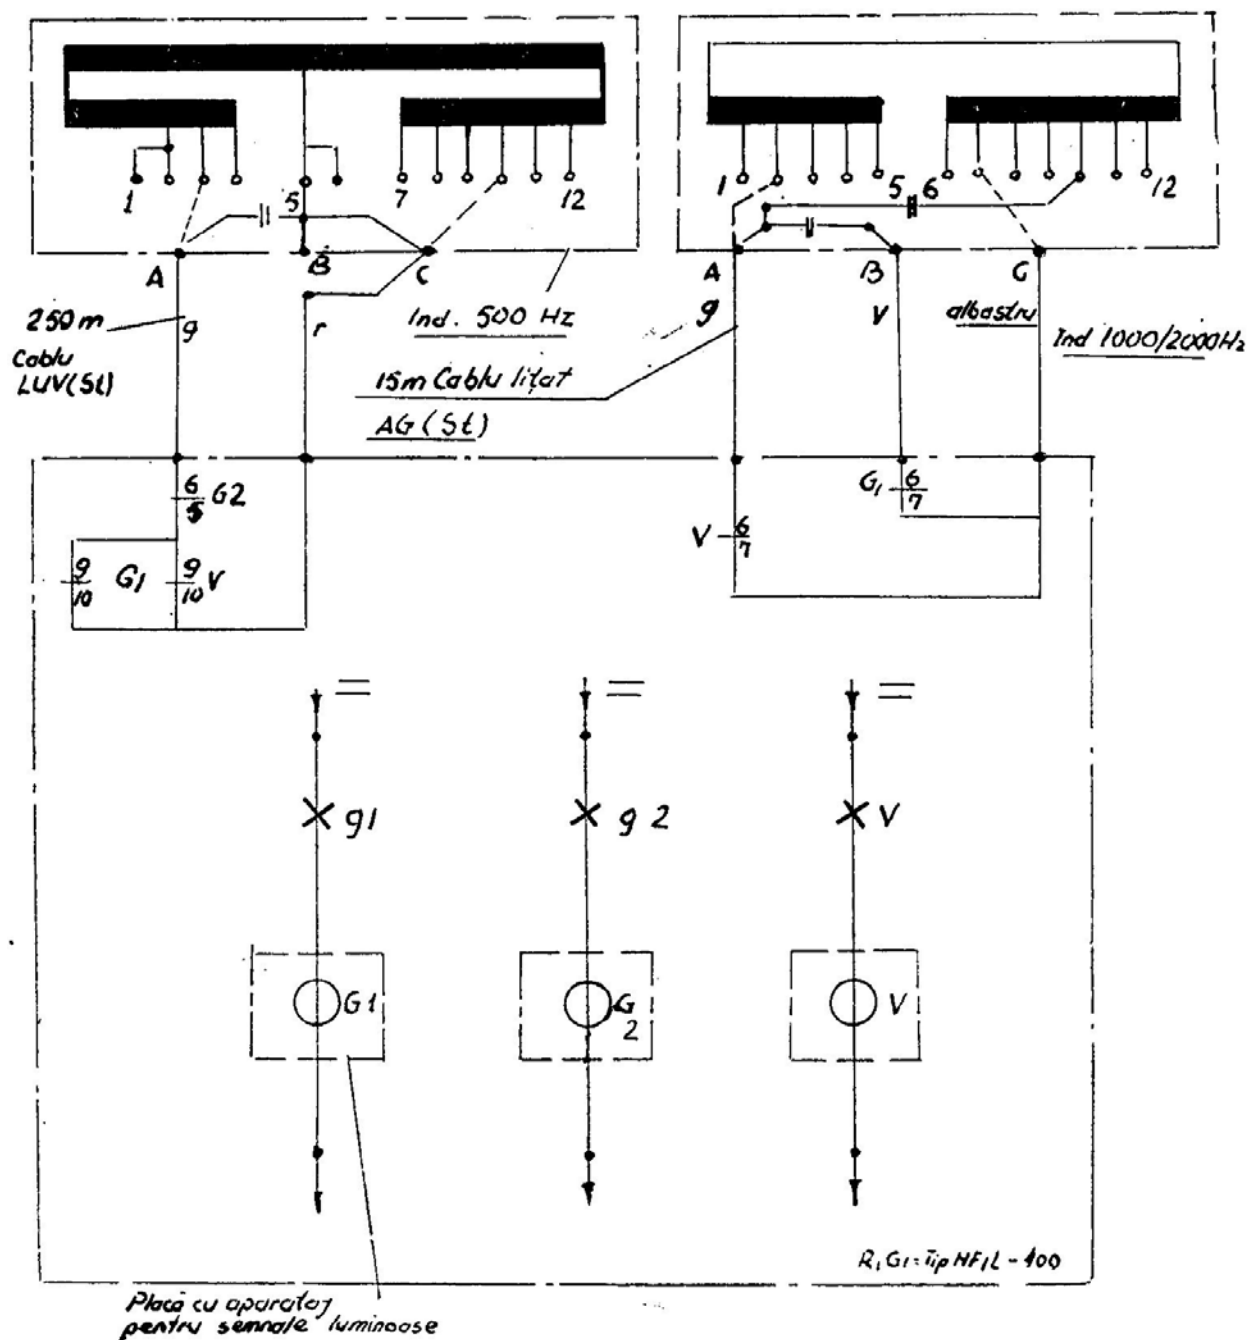

Fig. 60 Schema electrică și conectarea la semnalul de intrare fără galben clipitor, alimentat în curent continuu
h) Semnalul de „intrare” fără galben clipitor alimentat în curent continuu, echipat cu inductoare de cale de 1 000/2 000 Hz și de 500 Hz (Fig. 60).